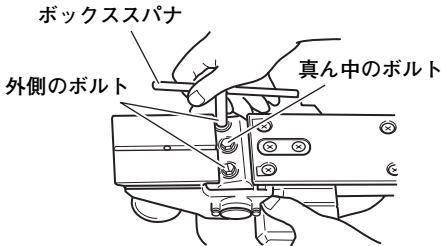

図 10
- (1) 付属のボックススパナで外側のボルト（2本）をゆるめ、つぎに、そのまま軽く締めなおします。（図10）
- (2) 真ん中のボルトをボックススパナでゆるめて抜き取ります。（図10，11）